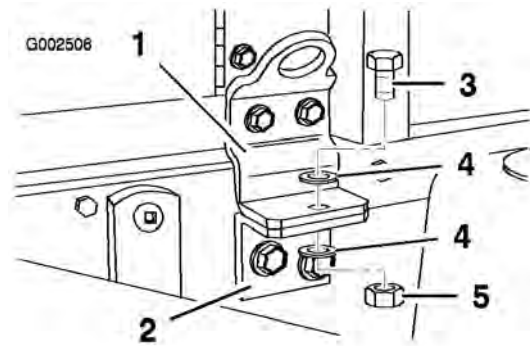

Bild 21
10. Befestigen Sie das Behältergestell mit einer Schraube (1/2 x 1-1/2 Zoll), zwei Scheiben (1/2 Zoll) und einer Sicherungsmutter (1/2 Zoll) am Rahmen, siehe Bild 21.